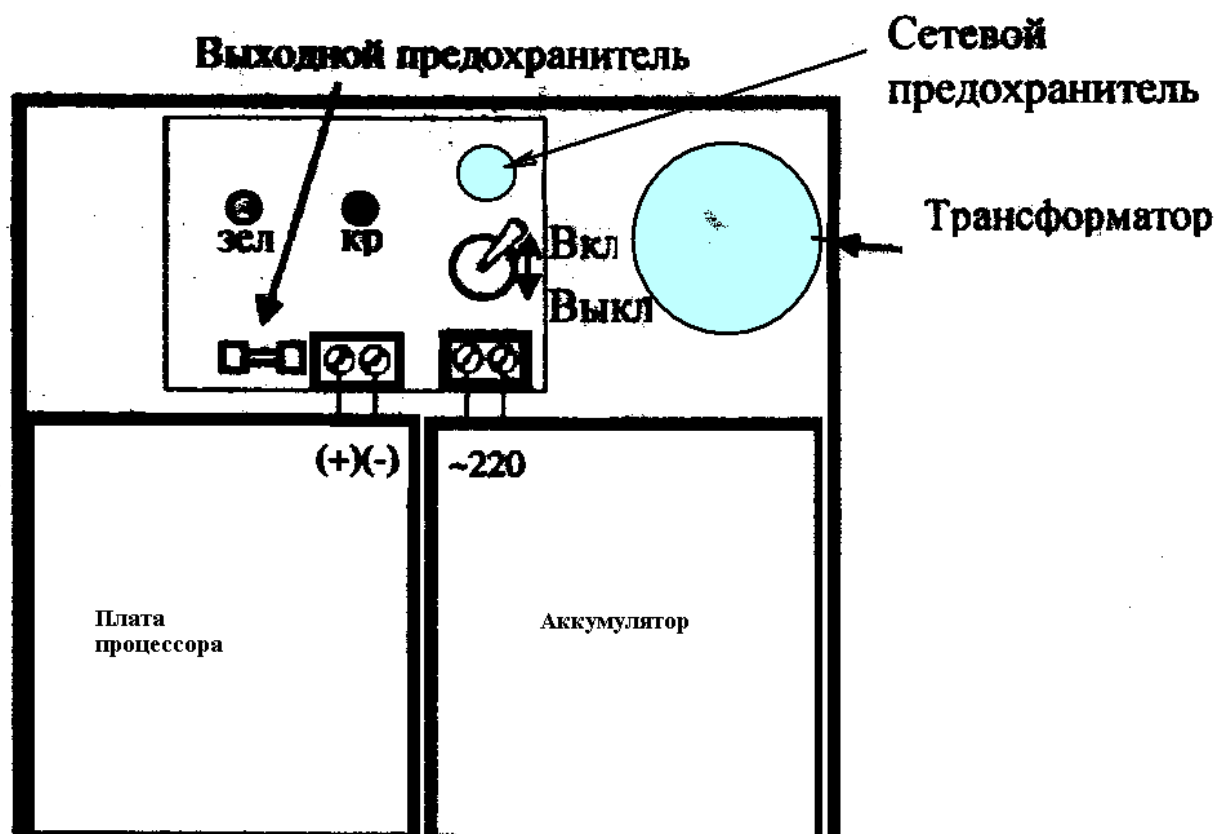

Рис. 1.1
1.4.1 Прибор выполнен в виде блока в металлическом корпусе, предназначенном для настенной установки (см. рис. 1.1). На боковой поверхности корпуса имеются вводы для подключения проводов электропитания, оповещателей, ИМК и ШС и установлена кнопка ЗВУК для отключения ОЗ. Блок имеет съемную пластмассовую крышку, закрепляемую двумя винтами. Внутри корпуса расположены: сетевой трансформатор, плата питания и плата процессора с радиоволновым датчиком. В нижней части корпуса предусмотрено место для установки АБ.